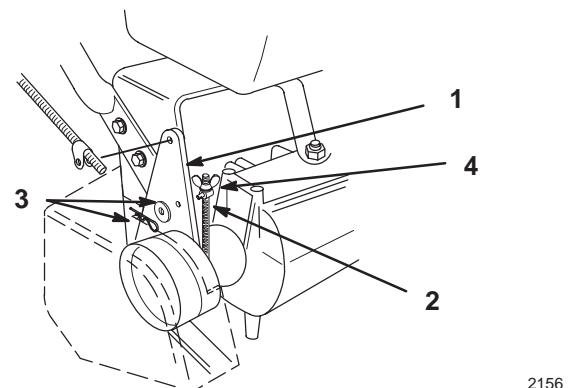

Bild 12
- Entfernen Sie, wenn eine Einstellung der Bremse erforderlich ist, den Splint und die Scheibe, mit denen die Bremsstangenarmatur am Mitnehmerbügel befestigt ist (Bild 12).
- Drehen Sie die Flügelmutter am Bremsgestänge auf oder ab und sichern die Armatur am Mitnehmerbügel ab (Bild 12). Kontrollieren Sie die Einstellungen und stellen bei Bedarf nach.